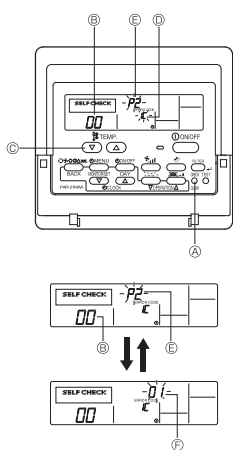

Fig. 7-3
7.3.1. สำหรับรีโมทคอนโทรลแบบมีสาย (Fig. 7-3)
- ① เปิดสวิตช์
- ② กดปุ่ม **[CHECK]** สองครั้ง
- ③ ใช้ปุ่ม **[TEMP]** ตั้งค่าสารทำความเย็นหากใช้การควบคุมระบบ
- ④ กดปุ่ม **[ON/OFF]** เพื่อปิดการตรวจสอบตัวเอง